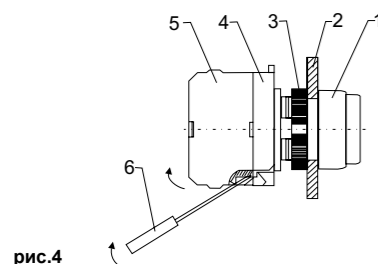

рис. 4
1) С помощью плоской отвертки следует приподнять подвижную зацепку контактного элемента, а затем оттянуть контакт от промежуточного корпуса (рис. 4)